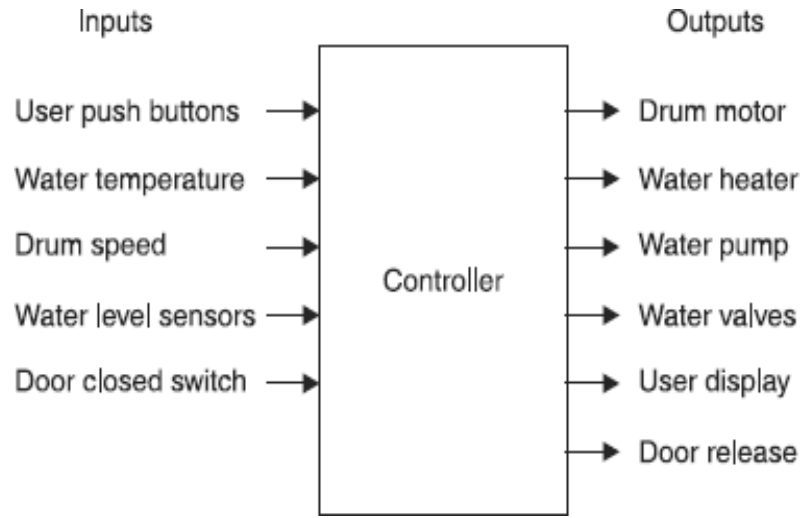

Figure no 3.4 Washing Machine Block Diagram
- FIGURE NO. 3.4 मध्ये वॉशिंग मशीनची मूलभूत ब्लॉक FIGURE NO दर्शवली आहे, ज्यामध्ये विविध इनपुट्स आणि आउटपुट्स असतात. ड्रम आणि मोटर यांचा समावेश असलेला नियंत्रण भाग या डायग्राम मध्ये दाखवलेला नाही.